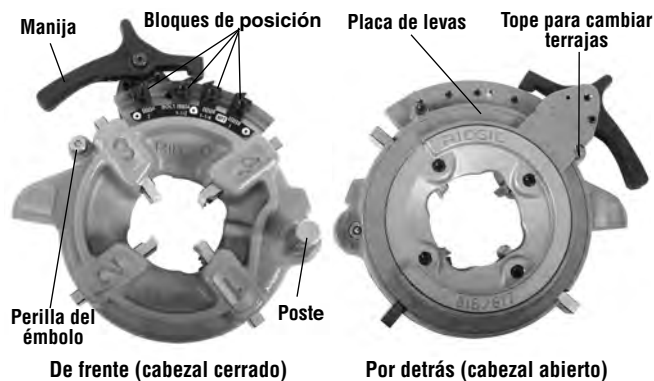

Figura 13 – Cabezal de terrajas semiautomático
2. Presione la manija para que la placa de levas descansa sobre el tope para cambiar terrajas (Figura 13). El conjunto de placa de levas y manija es a resorte y se desplaza cuando se presiona la manija.